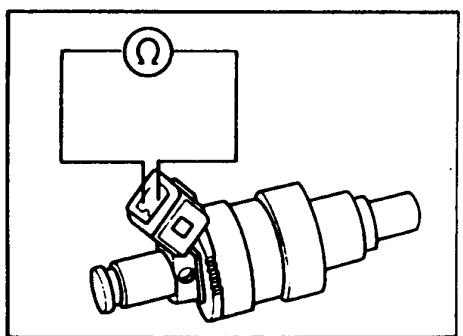

Рис. 23 Проверка сопротивления обмотки
- Отсоедините разъем проверяемой форсунки и измерьте сопротивление между клеммами (рис. 23) обмотки клапана.